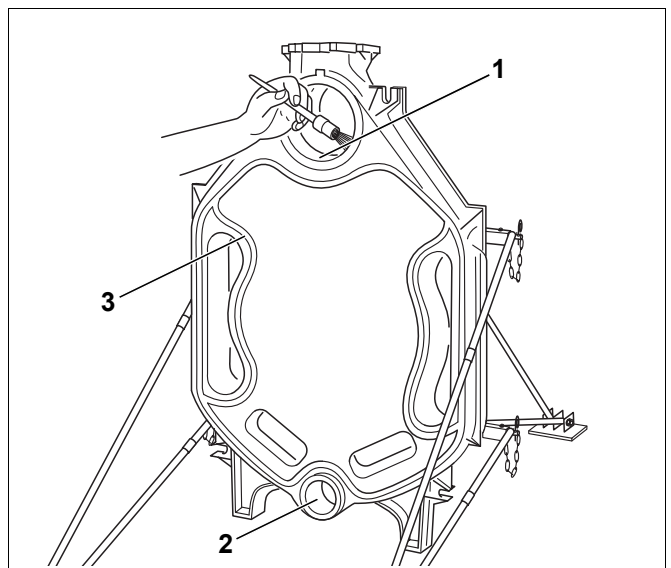

Fig. 13 Preparazione delle scanalature di tenuta e dei mozzi
- Se necessario, pulire le scanalature di tenuta con spazzole metalliche e panni (fig. 13, [3]).
- Pulire le superfici a tenuta ermetica dei mozzi (fig. 13, [1] e [2]) con un panno imbevuto di benzina.